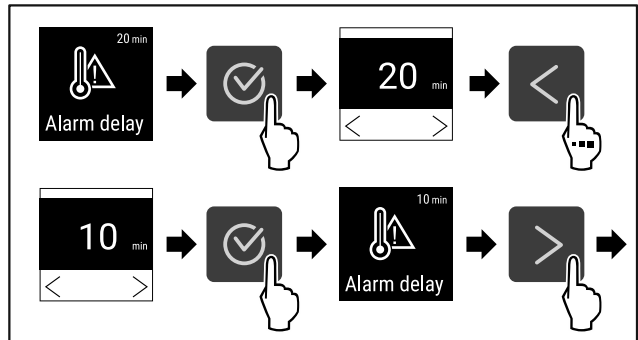

Fig. 133
- ▶ Følg anvisningene (se Fig. 133).